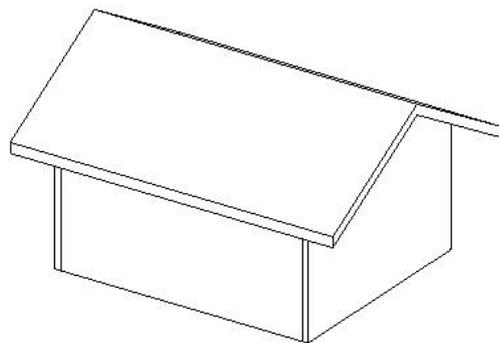

图 7-12 有悬挑的双坡屋顶
5) 单击“√完成编辑模式”，然后打开三维视图 (图 7-12)